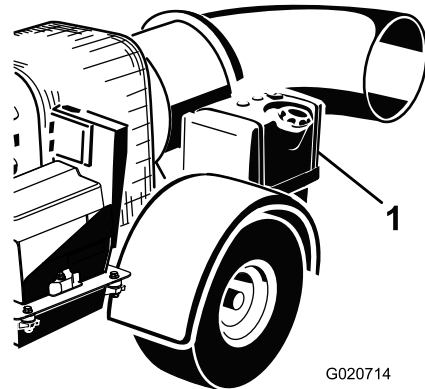

Figure 9
2. Nettoyez la surface autour du bouchon du réservoir de carburant et enlevez le bouchon (Figure 9).